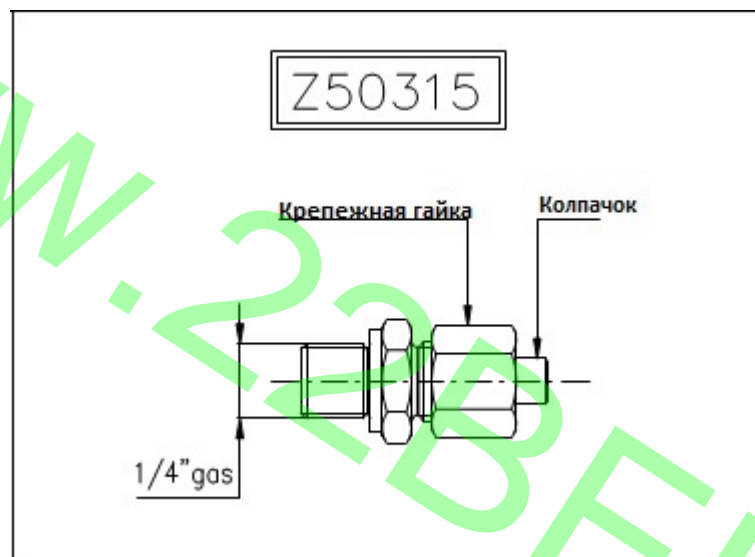

Рисунок 2
2. Тормоз поставляется с выпускным отверстием (Z50315). Для выпуска воздуха из контура, ослабьте крепежную гайку фитинга и потяните трубчатый колпачок наружу. После сброса давления снова затяните фитинг (Рисунок 2).